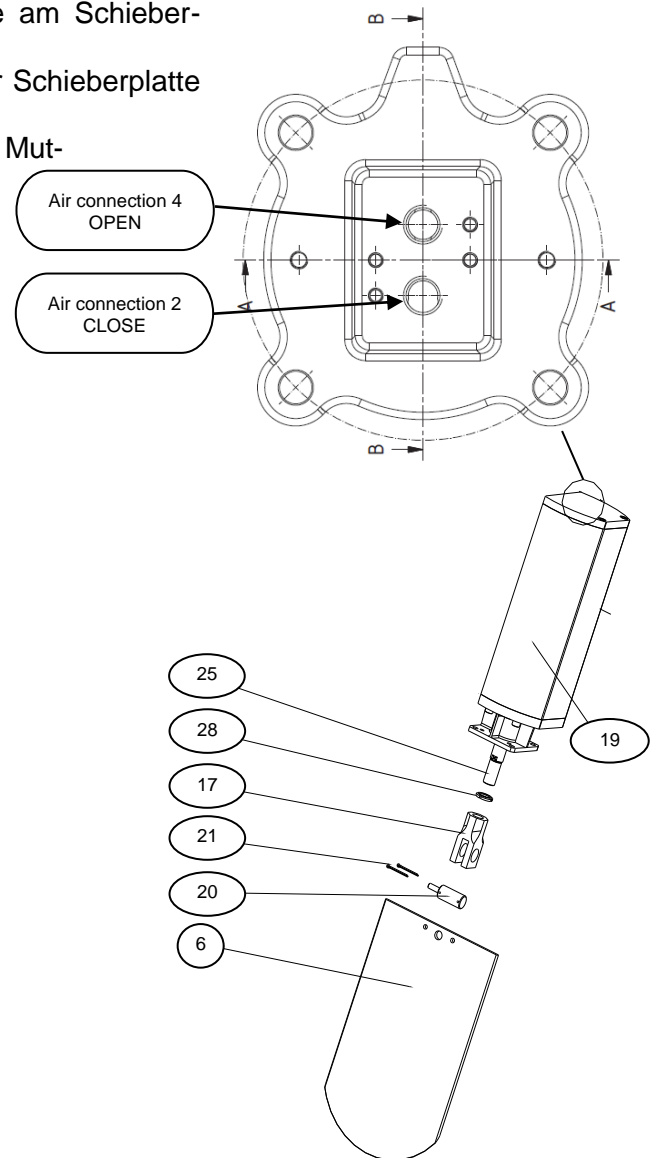

Fig. 3
- Beim Aufbau des Zylinders ist vorzubereiten (Pos.-Nr. siehe Fig. 3):
- dass der Bolzen (20) mit den Klammern (21) passt,